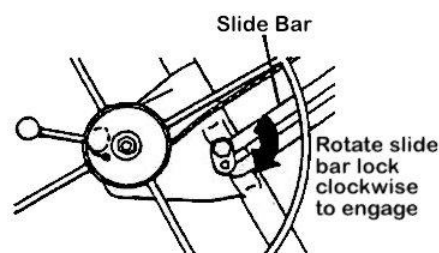

Figure 5
5. Pociągnij delikatnie wciągarkę w tył, w stronę ramy, To automatycznie spowoduje blokadę prowadnicy, która utrzyma wciągarkę w najbardziej wysuniętej pozycji (Rys. 5).